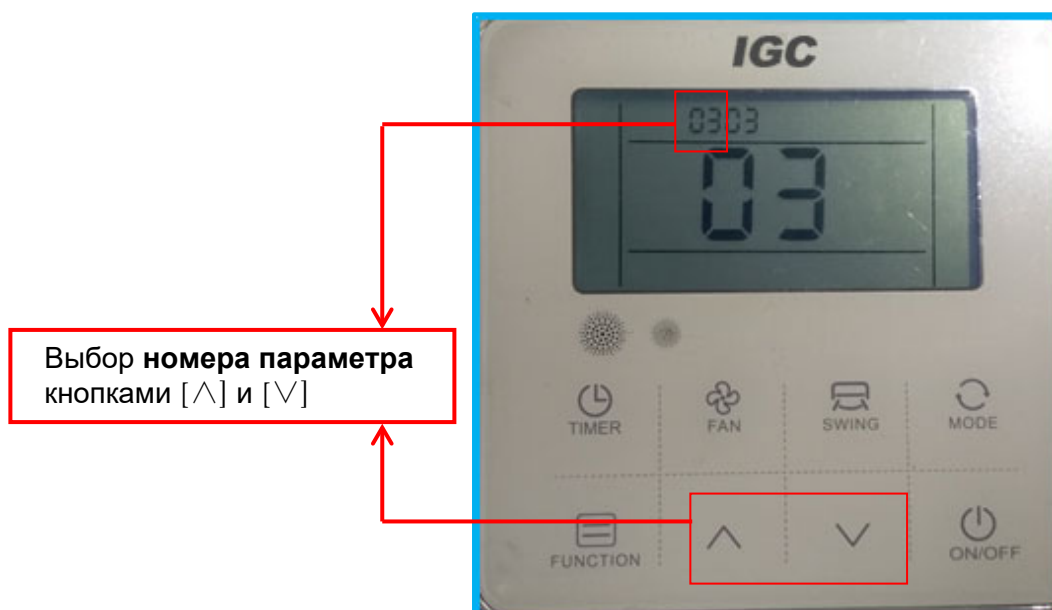

Рис. 3.7
- 3) Кнопками [^] и [v] выберите номер параметра в диапазоне 1~15 по таблице 3.1. Например, если это адрес внутреннего блока, то [3] (рис.3.7)